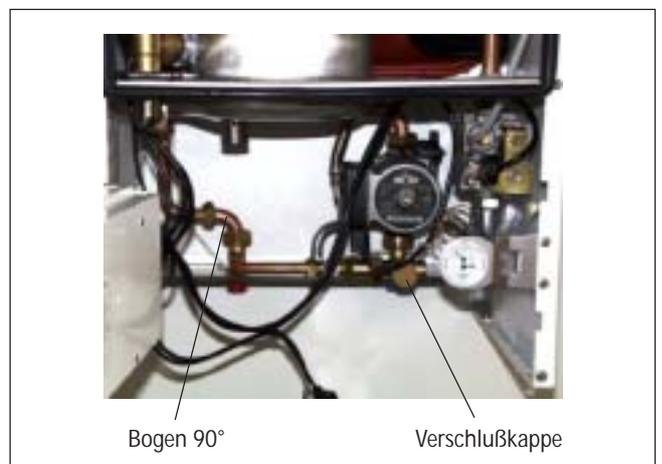

Bild 2: Vorbereitung zum Einbau
- Entfernen Sie die Verschlusskappe auf dem Verteilerblock vor der Heizkreispumpe (Bild 2).
- Bauen Sie den Bogen-90° im Heizungsvorlauf aus (Bild 2).